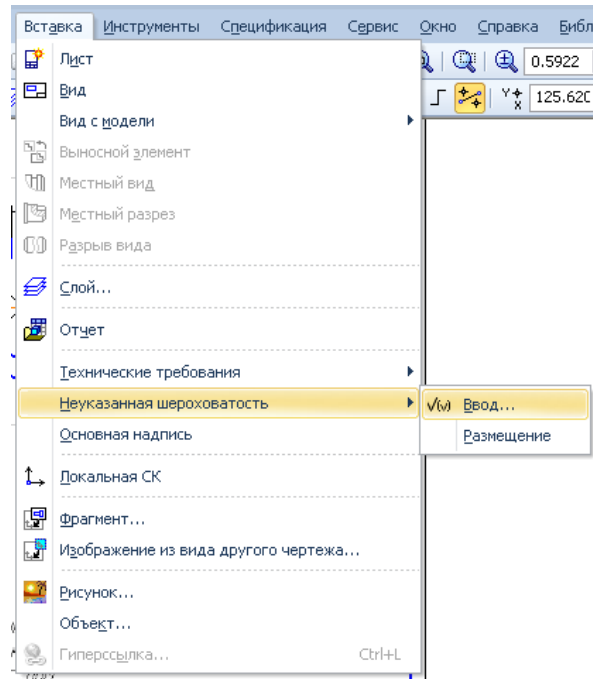
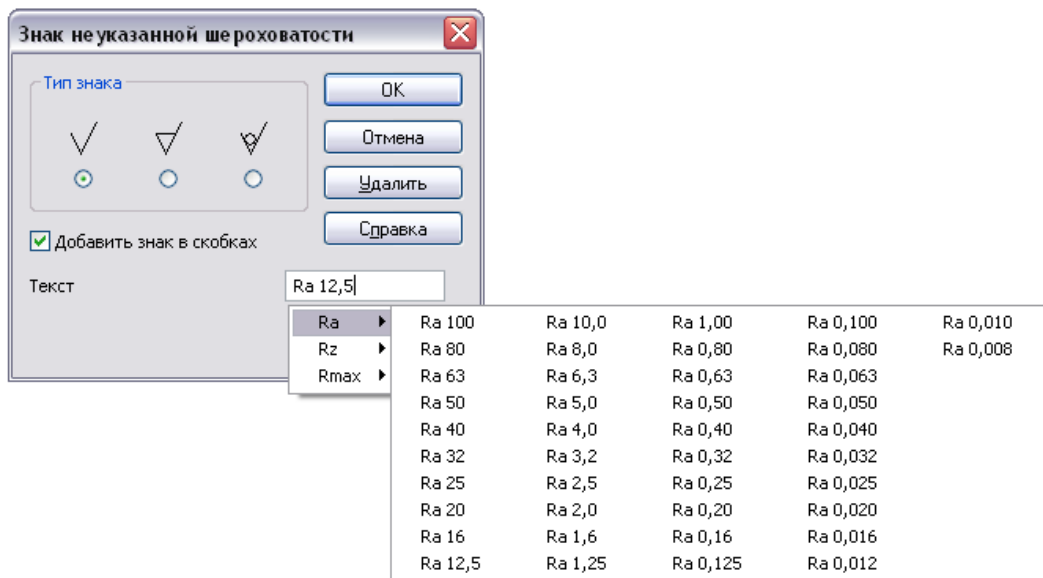
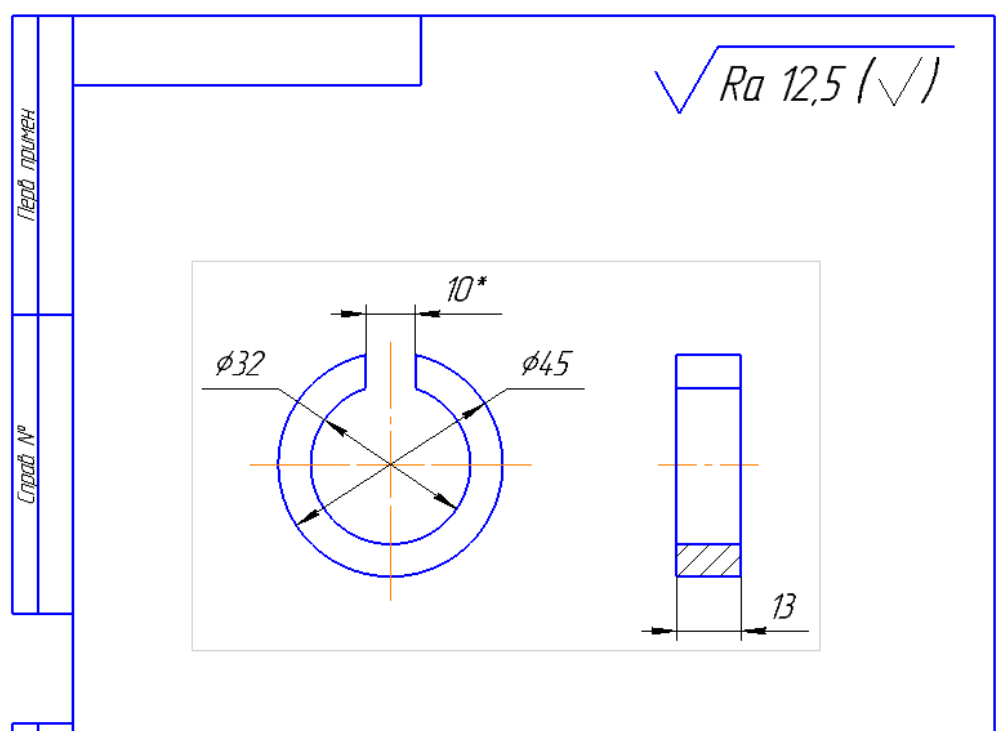

Рис. 2.5.1
Рис. 2.5.2
Рис. 2.5.3
6. Позначення **невказаної шорсткості** здійснити через меню **Вставка** **Неуказанная шероховатость** **Ввод** (рис. 2.5.1), вибрати параметр **Ra** та величину **12,5** (рис. 2.5.2). Позначення невказаної шорсткості поверхонь автоматично розміститься у правому верхньому кутку формату (рис. 2.5.3).